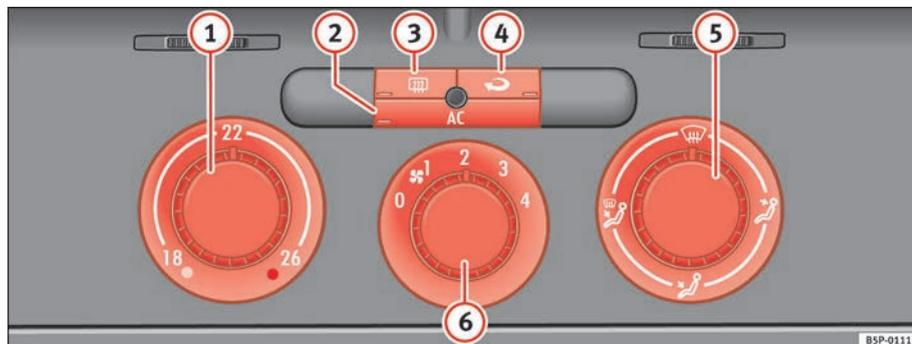

Fig. 128 Comandos do Climatic no painel de instrumentos
- Rodar o regulador da temperatura ⇒ fig. 128 ① para a direita, até ser atingida a potência calorífica pretendida.